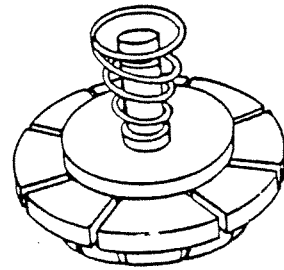

ABBILDUNG 9
4. Entfernen Sie die Andruckkegeleinheit und nehmen Sie die Feder und die Unterlegscheibe vom Andruckkegel (Abbildung 9). Entfernen Sie die Feder vorsichtig, damit Sie sie nicht dehnen.